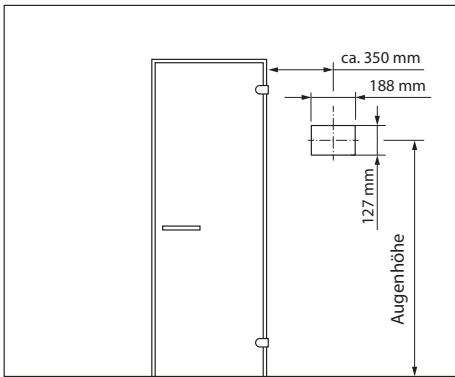

Abb. 5
2. Erstellen Sie einen Wandausschnitt 127 x 188 mm (Höhe x Breite, Abb. 5).